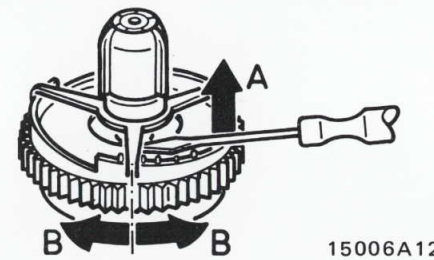

Fig. 8
- De opspoelfrikatie is instelbaar door het verdraaien van de drukveer op de opspoelfrikatie (Fig. 8).